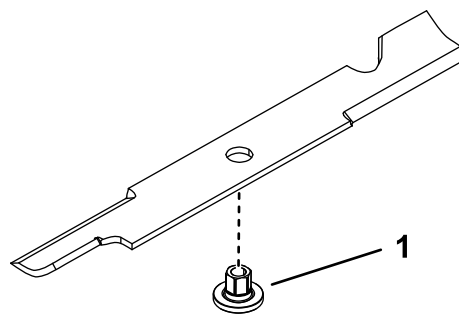

Bild 77
- Montieren Sie eine Buchse durch das Messer, wobei der Bund der Buchse auf der unteren (Gras-)Seite des Messers liegen muss (Bild 77).